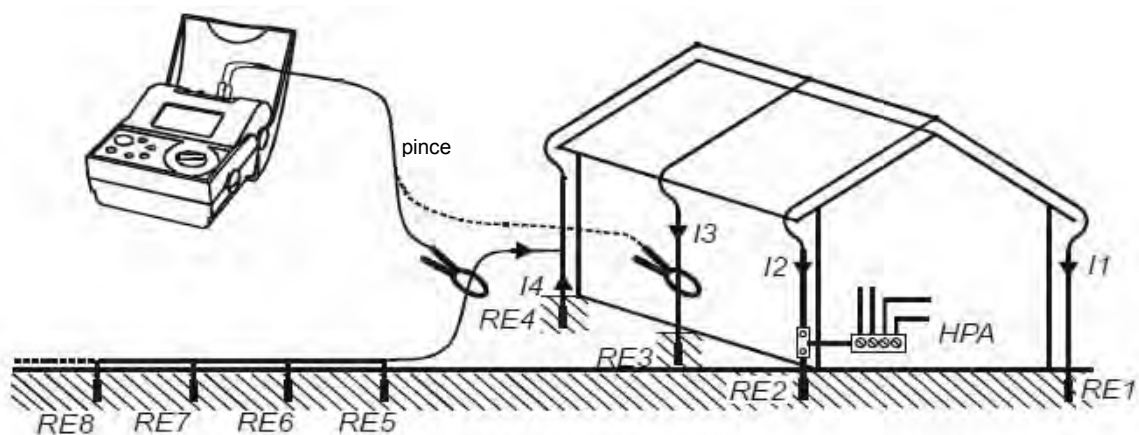

Figure 17. Branchement pour la recherche de courants vagabonds
- ◆ Branchez un transformateur courant / courant (1000:1) à l'appareil de mesure, comme indiqué dans la figure 17 ou 18. Soyez attentif au fait que la pince E-Clip 1 à une plage de mesure de 0,5 mA à 20 A, et qu'il existe d'autres pinces ampèremétriques pour des intensités de 10 mA à 20 A.